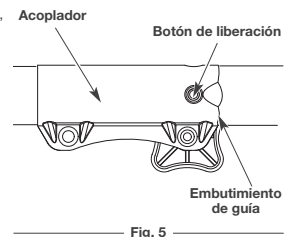

Fig. 5
NOTA: La alineación del botón de liberación con el embutimiento de guía ayudará en la instalación (Fig. 5).
2. Oprima y mantenga apretado el botón de liberación (Fig. 5).